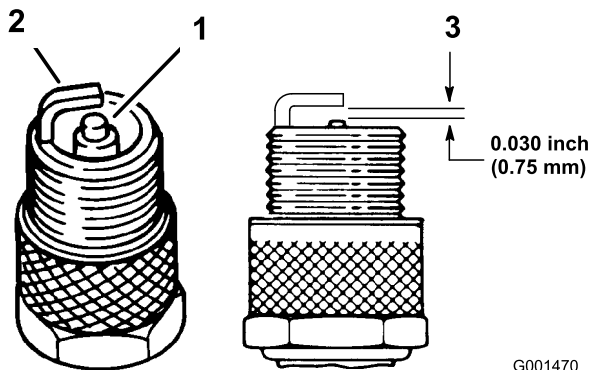

Bild 30
1. Sehen Sie sich die Mitte der Zündkerzen an (Bild 30).
3. Prüfen Sie den Abstand zwischen den mittleren und seitlichen Elektroden (Bild 30).
Hinweis: Verbiegen Sie die seitliche Elektrode (Bild 30), wenn der Abstand nicht stimmt.
3. Schließen Sie die Zündkerzenstecker an die Zündkerzen (Bild 30).